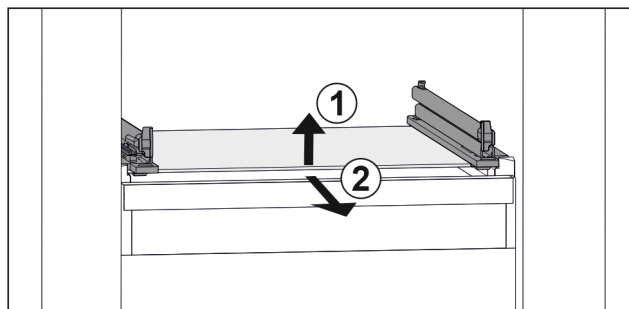

Fig. 46 Simbolična slika steklene plošče
- ▶ Stekleno ploščo dvignite v smeri naprej. Fig. 46 (1)
- ▶ Stekleno ploščo odstranite v smeri naprej. Fig. 46 (2)